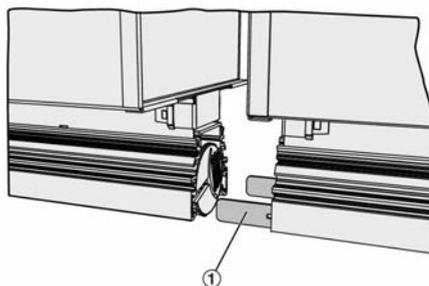

Рис. 9: Соединение щелевых диффузоров
4. ► Входящие в комплект поставки соединительные пластины (Рис. 9/1) помогут выровнять щелевые диффузоры при их расположении в непрерывную линию.